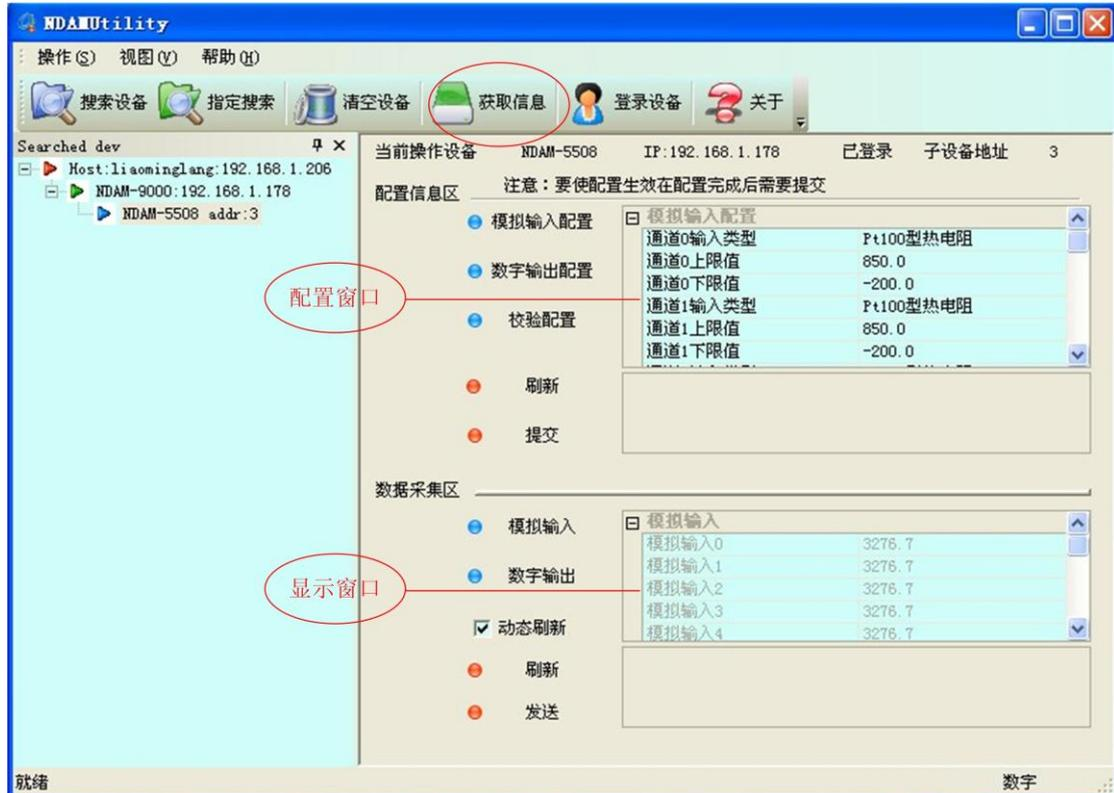

图 4.4 获取信息
- 4) 单击界面中的“获取信息”按钮，得到如图 4.4 所示界面。其中，“配置窗口”用于配置各输入通道的热电阻类型和测量范围，“显示窗口”用于显示各通道的测量结果。当显示结果为 3276.7 时，表示输入通道为断开状态或者测量温度值超限状态。